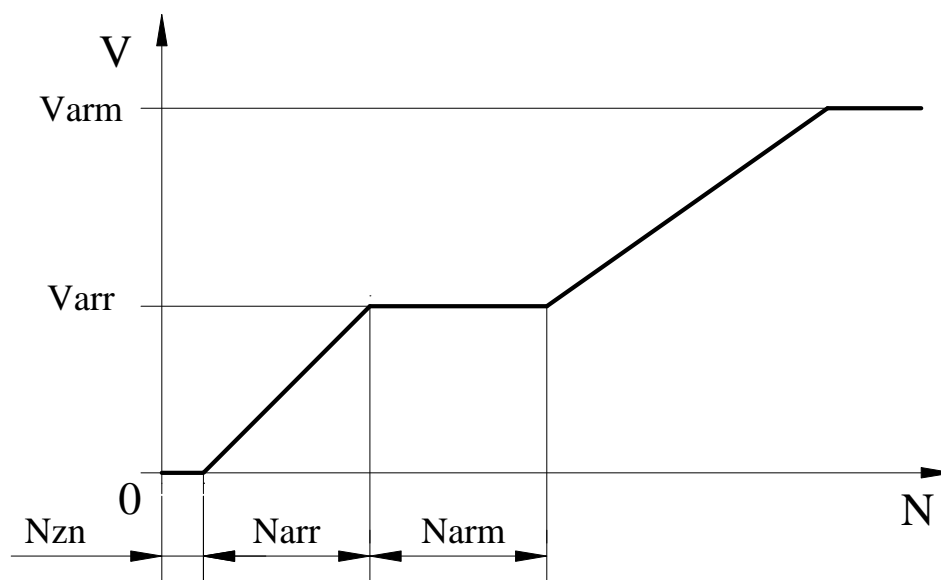

Рис.6. Скорость удержания в зависимости от расстояния от точки удержания.
3.8.8.5. **Номер 4** – V_{arr} (мм/сек) – малая скорость движения при удержании (арретировании) (рис.6).
3.8.8.6. **Номер 5** – V_{arm} (мм/сек) – максимальная скорость движения при удержании (рис.6).
3.8.8.7. **Номер 6** – N_{arm} (0-100 мм) – участок скорости движения при удержании, где $V=V_{arr}$ (рис.6).